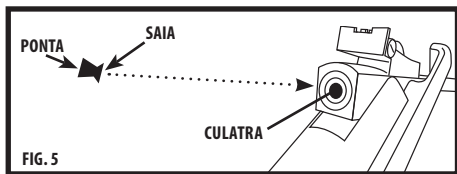

FIG. 5
- Com o cano na posição aberta, depois de armada, coloque um chumbinho, com o nariz voltado para a frente, dentro da culatra (Fig. 5). A saída do chumbinho precisa estar nivelada com a base da culatra.